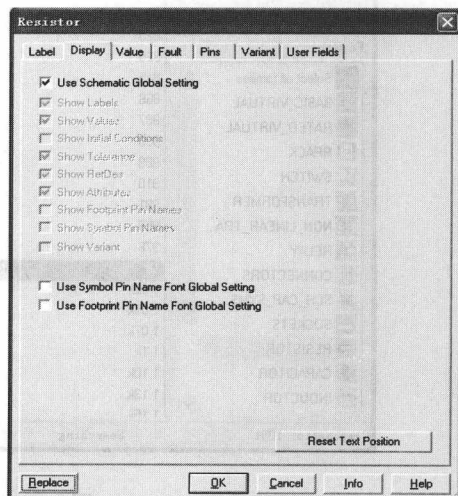

图 1-7 Display 选项卡
(2) **Display** 选项卡。如图 1-7 所示, 用于设置元件的显示方式。